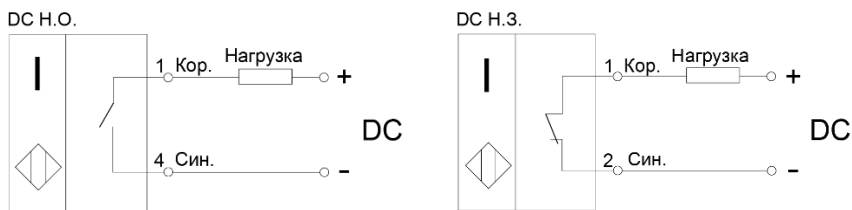

Рисунок 1 - Варианты схем подключения выключателей
3.4 Выключатели включаются в электрическую цепь по 2-х проводной схеме (Рис. 1).